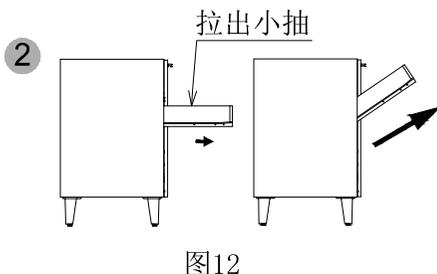

图12
②如图12所示, 拉出小抽屉, 向上抬起相应角度, 向外一拉, 即可将小抽屉从滑轨上拆卸。